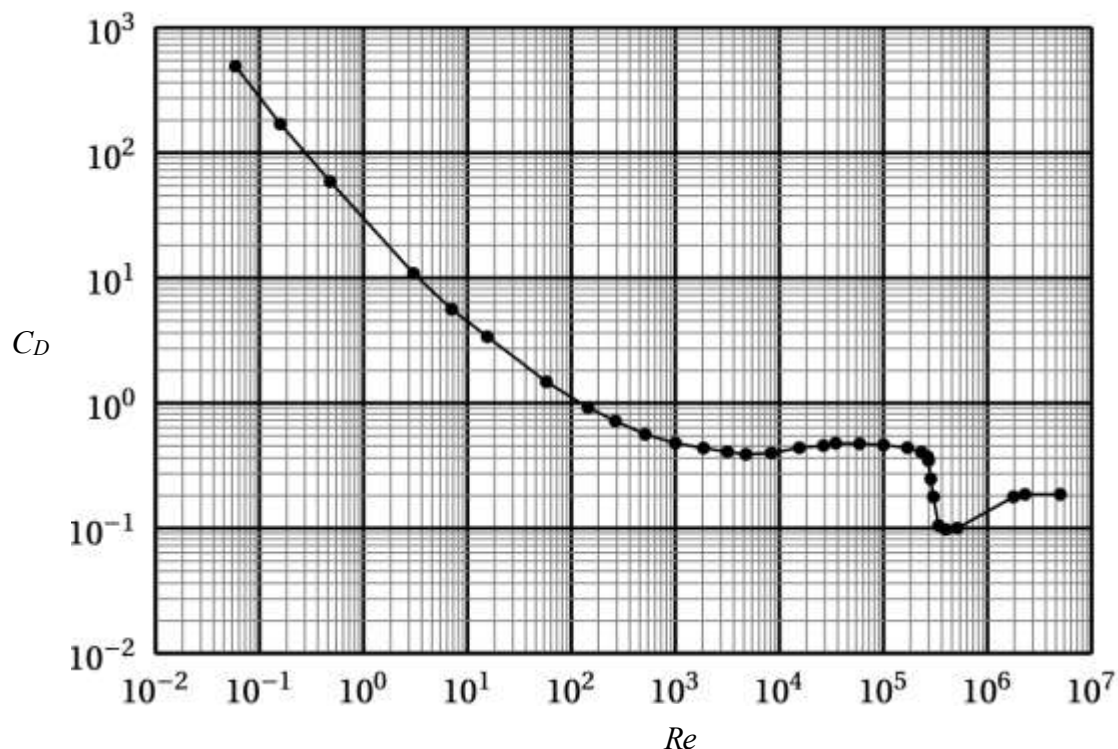

Figure 13: Coefficient de traînée  $C_D$  en fonction du nombre de Reynolds construit avec le diamètre comme longueur caractéristique.
- a. On représente (figure 13) la valeur du coefficient de traînée proposée par Cliff, Grace, and Weber (*Bubbles, Drops, and Particles*, Academic Press, 1978) en fonction du nombre de Reynolds calculé avec le diamètre de la sphère comme longueur caractéristique de la sphère.
Montrer, à partir des données de la figure 13, que pour des nombres de Reynolds faibles,  $Re \ll 1$ , il est possible de modéliser la fonction  $C_D(Re)$  une loi de puissance  $C_D = A(Re)^n$  avec  $n$  et  $A$  que l'on déterminera graphiquement.